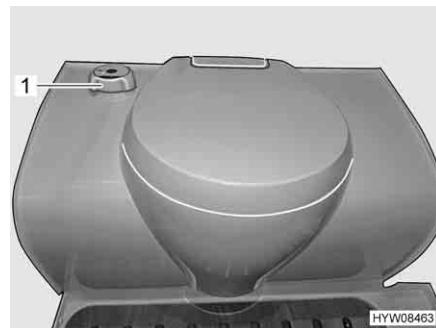

Fig. 109 Toilette Thetford
- Ruotare la maniglia girevole (Fig. 109,1) in senso antiorario.
- Ruotare la maniglia girevole (Fig. 109,1) in senso orario.